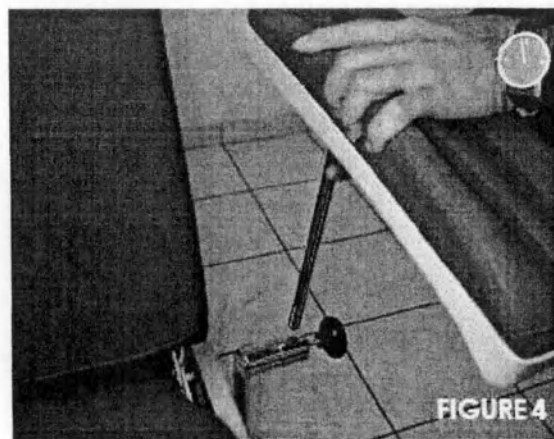

FIGURE 4
- вставьте подлокотник в соответствующее отверстие в зажиме (рисунок 4) и закрепите его в нужном положении, закрутив ручку (10).